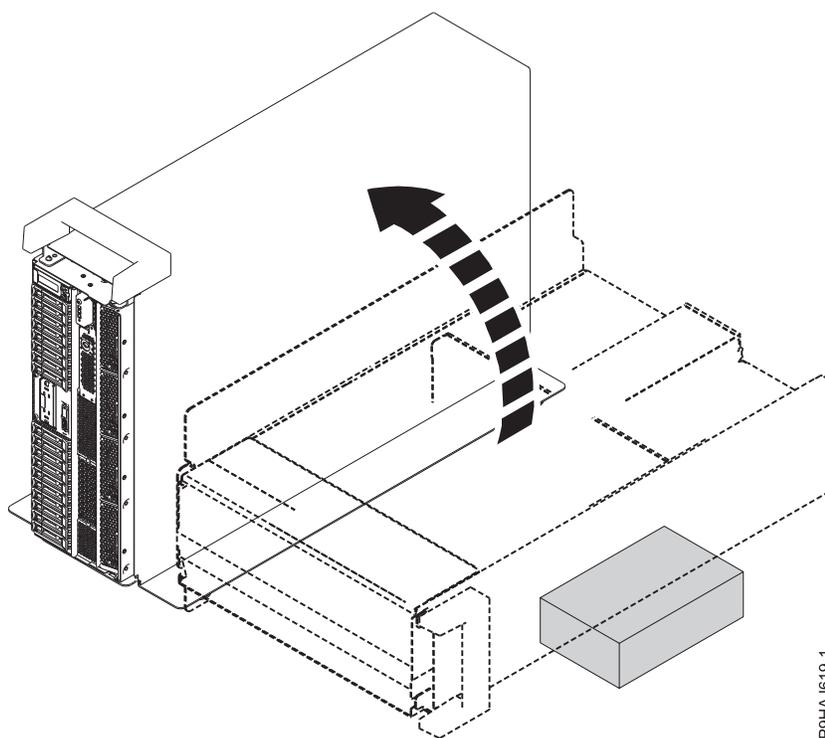

Figure 70. Déplacement du système autonome en position verticale
- a. Inclinez avec précaution le système autonome en le ramenant de sa position horizontale à une position verticale. Voir la figure 70.